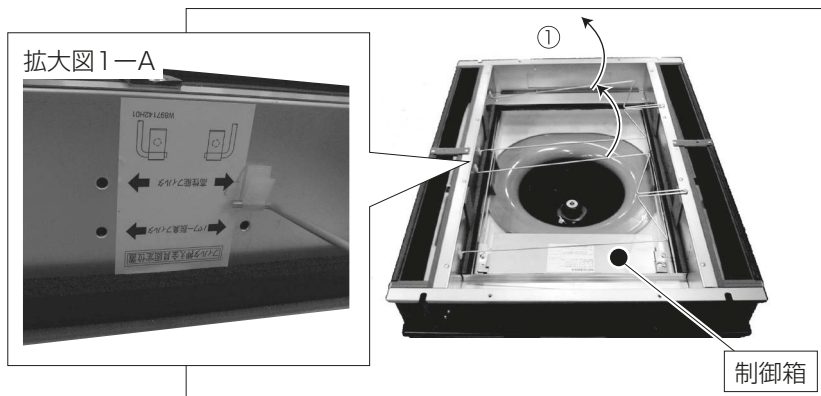

図1
3. ①フィルター押え金具の先端部を上に向ける。(図1、拡大図1-A)